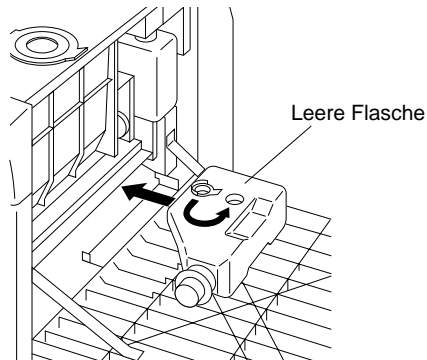

Abbildung 4-20 Installieren des Entwicklersammelbehälters
2. Drehen Sie den Verschuß, und bringen Sie ihn an seiner Aufbewahrungsposition an, wie in Abbildung 4-20 gezeigt.